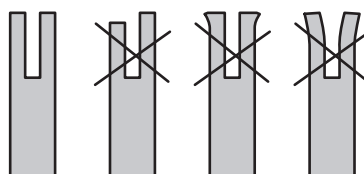

Fig. 56
5. Pour vérifier l'état d'usure du rail: Appliquez le bord droit d'une règle contre le bord des lames de coupe, comme indiqué sur l'illustration ci-dessous. Si le rail du guide-chaîne est en bon état, il doit y avoir un interstice entre la règle et le guide-chaîne. S'il n'y a aucun interstice (c.à.d. si vous pouvez appliquer la règle contre le guide-chaîne sur toute sa longueur), le rail du guide-chaîne est usé et a besoin d'être remplacé par un rail du même type (Fig. 56).